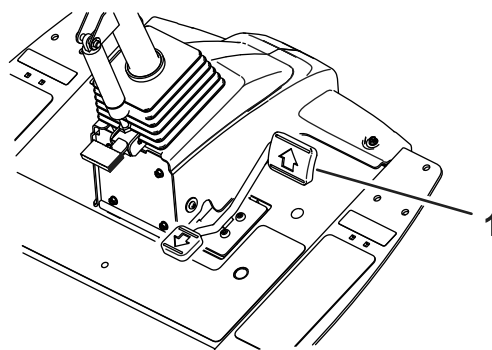
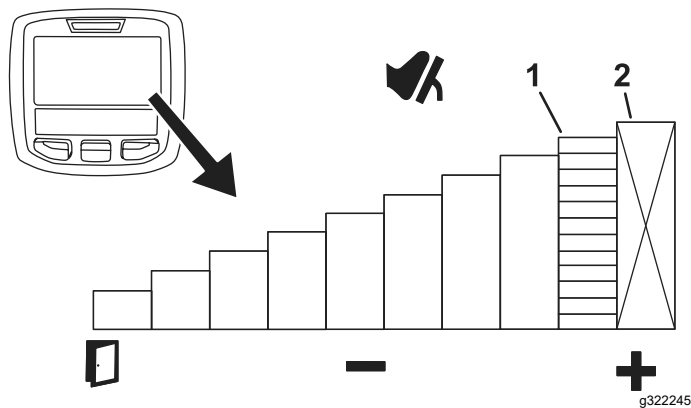

Рисунок 27
Рисунок 28
Чтобы временно установить максимальную скорость машины, нажмите педаль хода вперед до упора (**Рисунок 27**). Вы можете установить отдельную скорость для диапазонов скашивания и транспортировки (**Рисунок 28**).
- Для перехода к этой функции нажмите среднюю кнопку инфо-центра на главном экране (**Рисунок 28**).